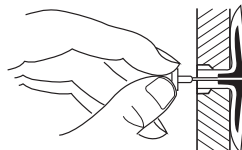

Figura 10 - Cómo abrir las alas del anclaje para paredes delgadas
- Para paredes delgadas, de 1.3 cm (1/2") o menos, inserte la llave roja en el anclaje de pared. Empuje la llave roja para que abra las alas de anclaje (consulte la Figura 10, en la página 46).